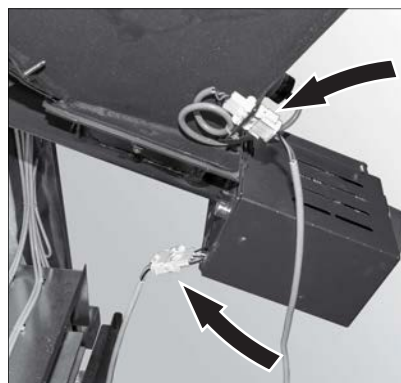

Fig. 43 Beide Stecker anstecken bzw. zusammenstecken
- Stecker vom Motor Förderschnecke und Näherungsschalter anstecken bzw. zusammenstecken – Fig. 43.